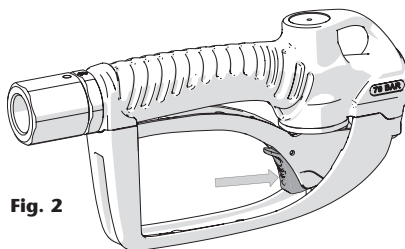

Fig. 2
2. Presione el botón de bloqueo del gatillo (fig. 2).